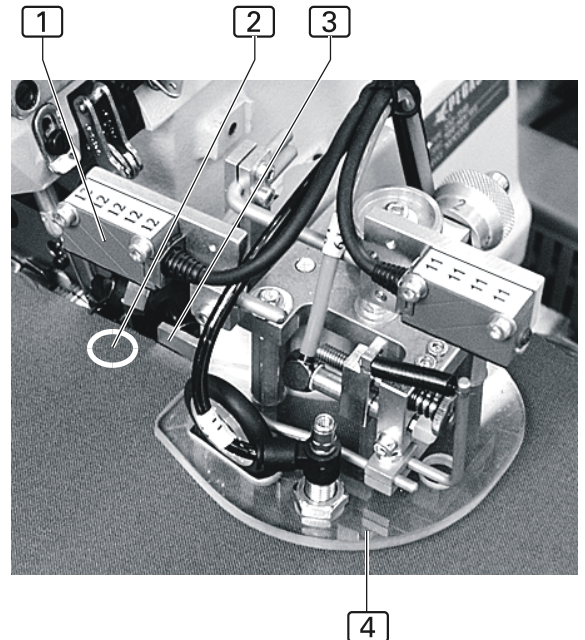

Abb. 24
2. **Abb. 24:** Gleich mit welcher Hosenseite begonnen wird, die Hosenteile werden an der A-Maschine immer bundseitig angelegt. Hosenteile bis kurz vor den Anschlag **3** unter dem Gleitschild **4** der Konturenführung hindurchschieben und glattstreichen.